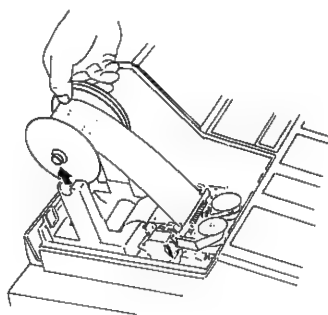

Abb. 1
2. Drücken Sie die -Taste, um das Papier um einige Zeilen weiter zu transportieren. Nehmen Sie dann die Aufwickelspule aus der Halterung (siehe Abb. 1).